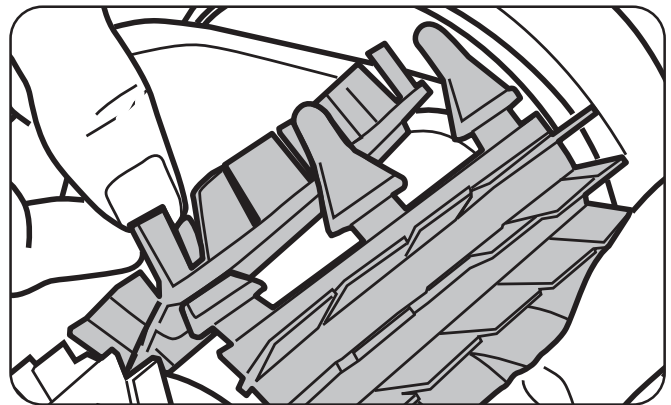

Figura 21. Inserte las lengüetas en cada ranura
3. Inserte cada lengüeta en la ranura provista y deslícelas suavemente hasta que la base salga del otro lado de la ranura (Figura 21).